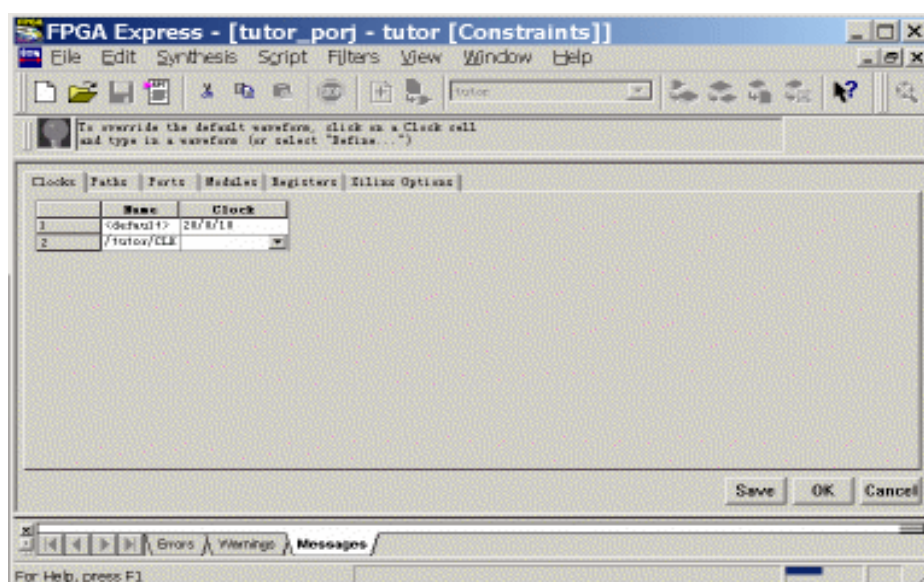

图4-61 约束编辑器
在 FE 的约束编辑器中，从逻辑关系上将需要约束的各个项目分为几个不同的组，如时钟、路径、端口、模块等，如图 4-61 所示。FE 软件可以自动区别出这些分组的一些特性，如时钟名、端口名、设计层次，并将这些设计信息显示在表格中。
- (1) 在 Chip 窗口内，使用鼠标选中未优化的器件符号，或者选中未优化的模块名称，单击鼠标右键，在弹出的菜单中选择【Edit Constraints】命令，启动约束编辑器，如图 4-61 所示。图中各种约束根据其功能分为时钟、路径、端口和模块等。另外还有一个附加寄存器选项，该选项和工艺与电气特性相关。也